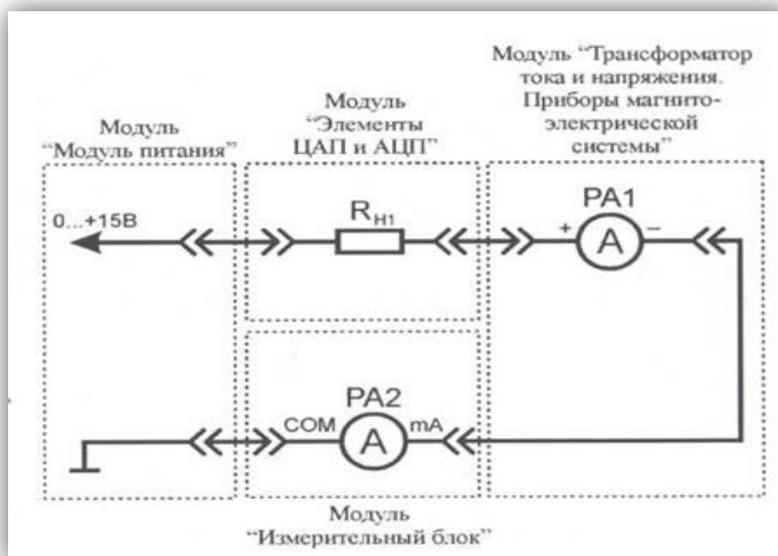

Рис. 16. Схема электрическая соединений лабораторных модулей для поверки амперметра
1. Согласно схеме (рис. 16) выполнить электрические соединения модулей для поверки амперметра магнитоэлектрической системы. **Монтаж схемы производить при отключенном питании.**